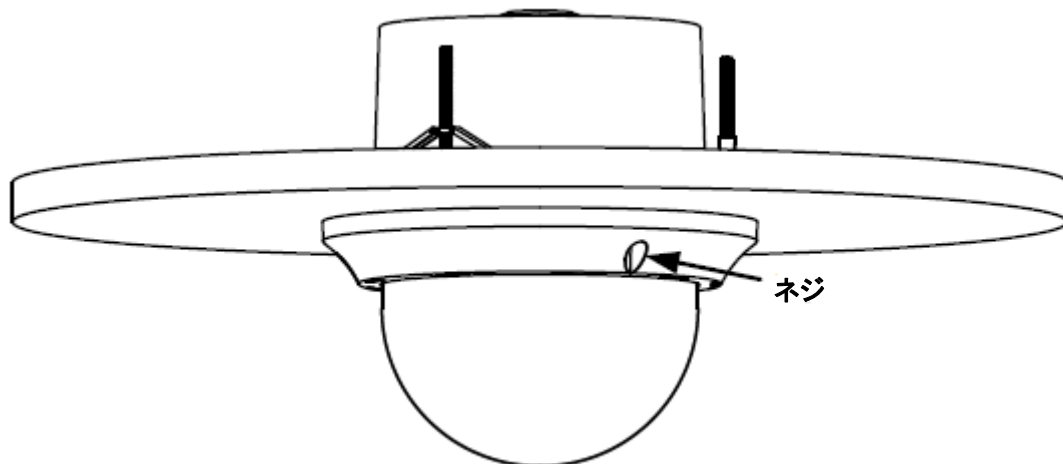

図 1-24 下部ドームのインストール
7. 図 1-24 に示すように、下部ドームを 3 本のネジでバックボックスに固定します。